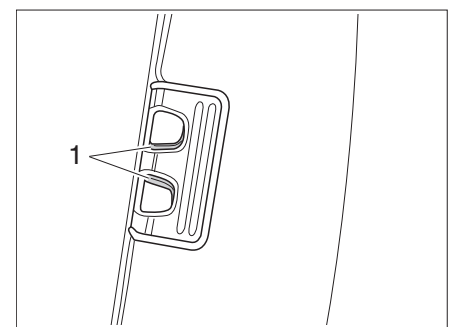

Fig. 18 Dispositif occultant plissé, verrouillage
- Presser ensemble le verrouillage (Figure 18,1) et le soulever légèrement.